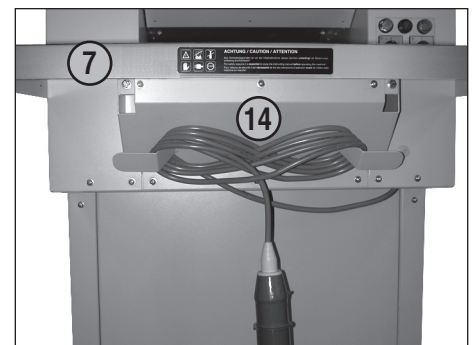

Рис. 6
- 14** = крепление кабеля (рис. 6)
ПИТАЮЩЕГО КАБЕЛЯ (рис. 6):